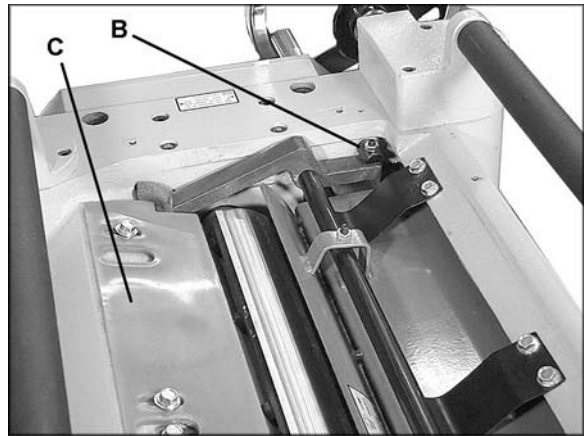

Figure 29
2. Desserrez les contre-écrous (B, Figure 29) sur les deux extrémités de la barre de pression et tournez les vis de réglage suivant le cas.
3. Lorsque la barre de pression touche le dessus de la cale du calibre, serrez les contre-écrous (B, Figure 29).
Le déflexeur de copeau (C, Figure 29) empêche que le bois tombe dans le rouleau de sortie. Le déflexeur doit être à environ 1/16" du bord des couteaux. Assurez-vous que l'extrémité avant du déflexeur est taillée en biseau afin de correspondre à la forme de la tête de la découpeuse.